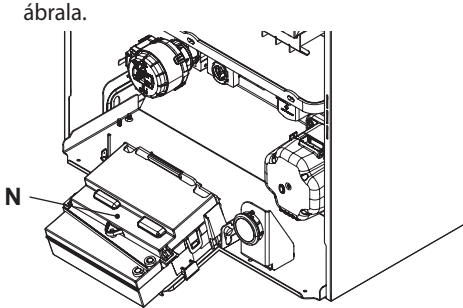

Figura 5.16
- Localice la tapa de cobertura de la bornera N (Figura 5.16), quite los tornillos de sujeción y